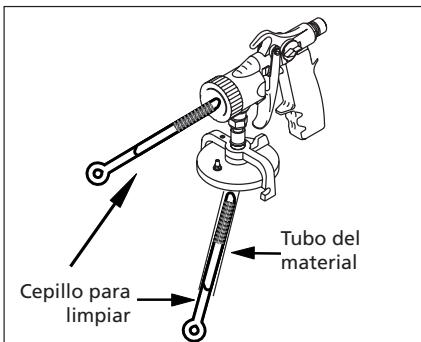

Fig. 17 - Para limpiar el tubo de material
4. Use el cepillo (saturado con solvente) cada vez que deje de circular agua para limpiar el tubo de material y la boquilla (Vea la Fig. 17).